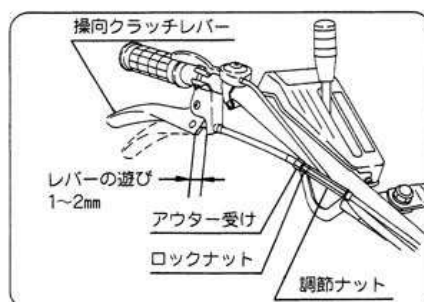

図42A
- 1 操向クラッチワイヤの調節ナットをゆるめてください。「アウター受」を回してアウターの長さを替えて調整をおこなってください。(図42A)